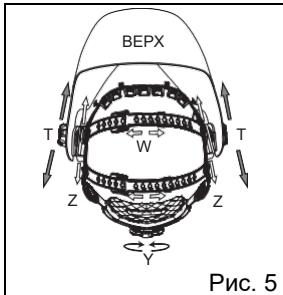

Рис. 5
Загальну окружність шолома можна збільшувати чи зменшувати розташованим на задній стінці регулятором (див. положення Y на Рис. 5). Для цього потрібно одягнути маску й затягнути ремінці так, щоб вона сиділа на голові міцно, але не занадто щільно.
- Якщо шолом сидить зависоко або занизько, відрегулюйте ремінець зверху на голові. Для цього відпустіть кінець стрічки, витягнувши стопорний штифт з отвору у стрічці. Збільште чи зменште довжину стрічку, перемістивши її на пару отворів, і вставте стопорний штифт у найближчий отвір (див. положення W на Рис. 5).
Крок 1: Розблокуйте контргайку (див. положення T на Рис. 5), щоб відрегулювати відстань між маскою та обличчям у нижньому положенні.
Крок 2: Послабте контргайку з обох боків маски та перемістіть маску ближче до обличчя або далі від нього (див. положення Z на Рис. 5). Зверніть увагу, що від обох очей до скла має бути однакова відстань. Інакше затемнення може сприйматися як нерівномірне.